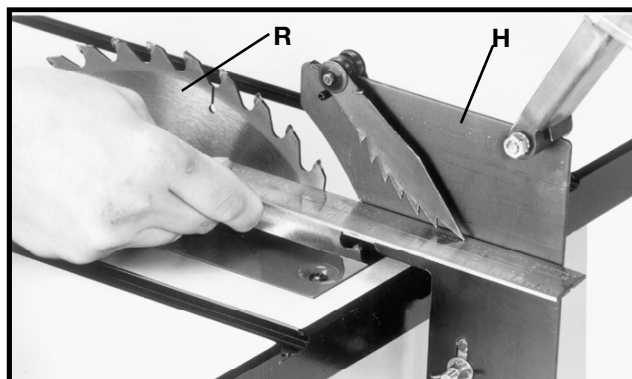

Fig. 16
9. Utiliser une règle droite pour voir si le couteau séparateur (H) Fig. 16, est aligné avec la lame de la scie (R). Si un réglage est nécessaire, il est possible de déplacer et de tourner le couteau séparateur (H) vers la droite ou la gauche.